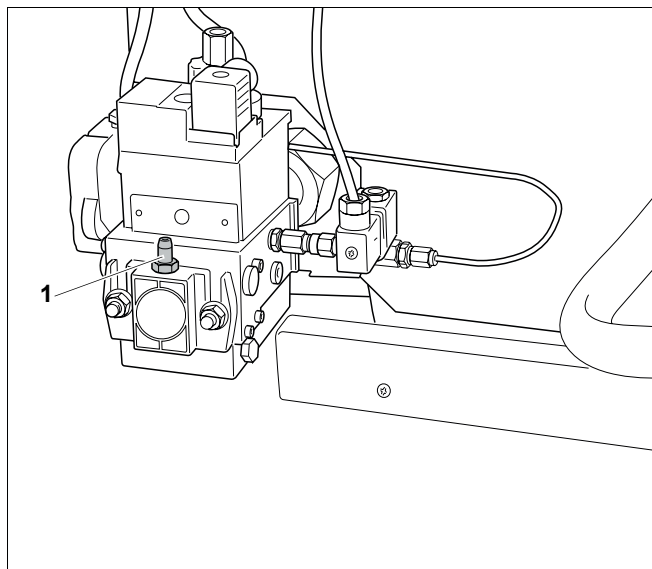

Рис. 5 Удаление воздуха из газопровода
- Открутить запорный болт контрольного ниппеля подаваемого давления газа и удаления воздуха (рис. 5, поз. 1) на газовой арматуре на два витка и вставить шланг.